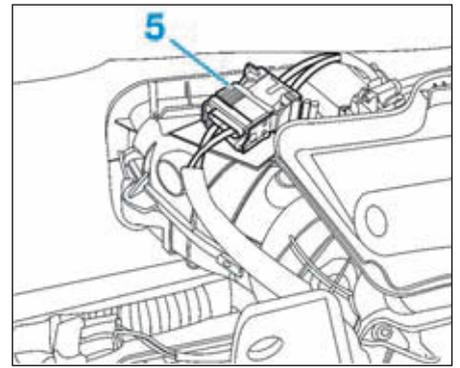

FIG. 18
- Débrancher le connecteur (5) d'alimentation du bloc chauffage-climatisation (Fig.18).